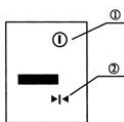

Figure 6
- Lorsque le symbole illustré à la figure 6 s'affiche, le détecteur est à la bonne position.